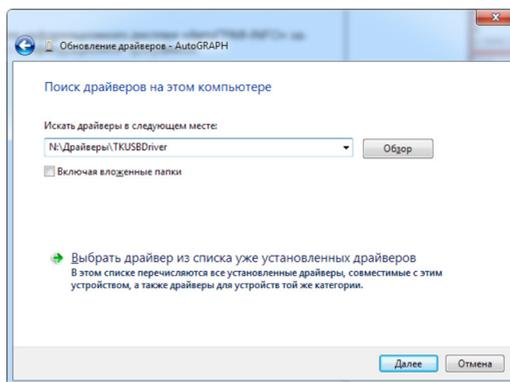

Рис.44. Путь к папке с драйверами.
- Выполните установку драйвера вручную из указанного места. Укажите путь к папке с распакованными драйверами и выполните установку (Рис.44).